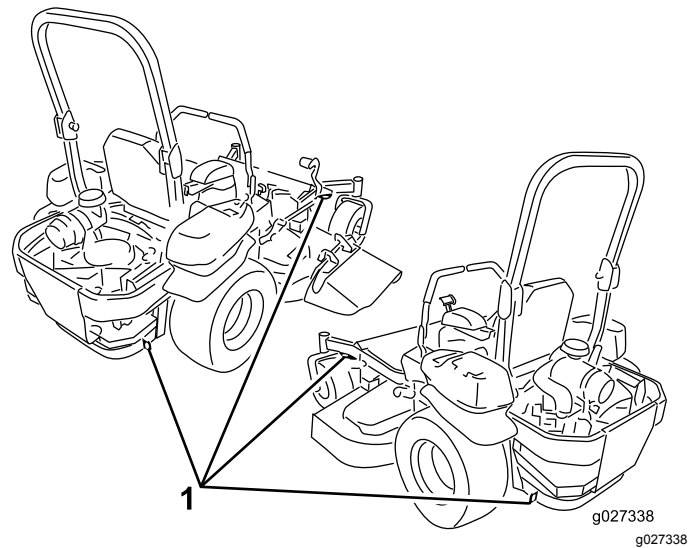

Figure 37
6. Arrimez la machine près des roues pivotantes avant et du pare-chocs arrière à l'aide de sangles, chaînes, câbles ou cordes (Figure 37). Reportez-vous à la réglementation locale concernant les exigences en matière d'arrimage.